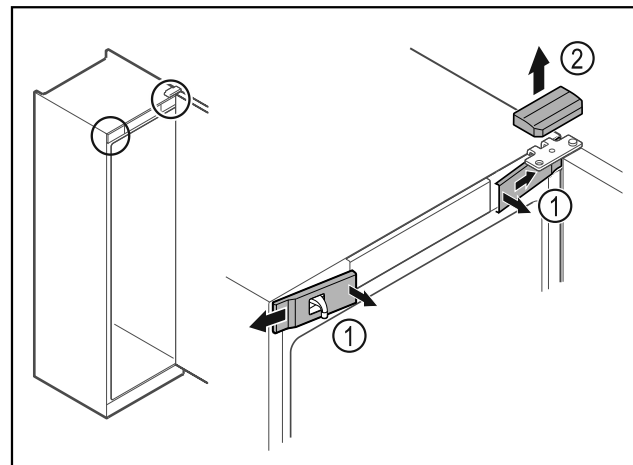

Fig. 11
- ▶ Vidinėje pusėje atfiksokite priekines dengiamąsias plokšteles Fig. 11 (1) ir nuimkite jas į šoną.
- ▶ Nuimkite viršutinę dengiamąją plokštelę Fig. 11 (2) į viršų.